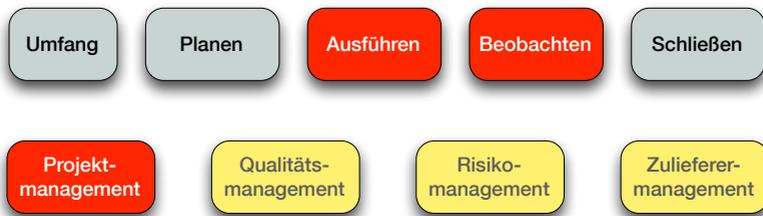

Abbildung 1.1: Elemente des Projektmanagements.
Die wichtigsten Aktivitätsfelder im Projektmanagement (PM) sind in Abb. 1.1 dargestellt. In dieser Publikation konzentrieren wir uns auf die